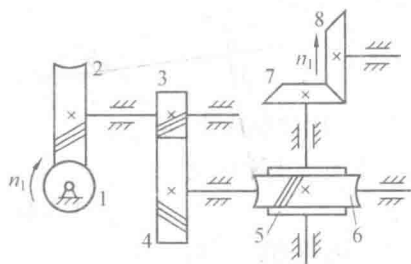

图 4.6
- ① 左右手定则只适合于主动轮。
- ② 蜗杆和蜗轮螺旋线方向相同, 两啮合齿轮的螺旋线方向相反。
- ③ 圆锥齿轮的轴向力方向永远是由小端指向大端。
- ④ 同一轴上两传动件的螺旋线方向相同时, 有利于轴向力的相互抵消。
- ⑤ 主动轮的转动方向与圆周力方向相反, 从动轮的转动方向与圆周力方向相同。
【解】 (1) 蜗杆 1 的转动方向为顺时针, 如图 4.6 所示。
(2) 蜗轮 2 和斜齿轮 3 的螺旋线方向为左旋; 斜齿轮 4 和蜗轮 6 的螺旋线方向为右旋。如图 4.6 所示。